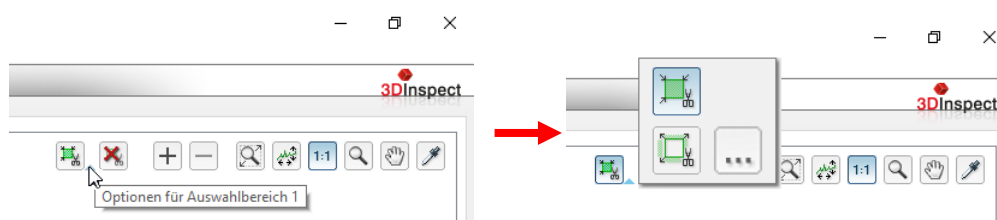

Abb. 3.66: Kontextmenü „Optionen für den Auswahlbereich“ (Auswahl Punkte innerhalb/außerhalb des Auswahlbereichs verwenden)
- ➔ Öffnen Sie das Kontextmenü „Optionen für den Auswahlbereich“. Drücken Sie dazu auf die entsprechende Schaltfläche, die rechts neben dem Button „Auswahlbereich einstellen“ angeordnet ist (siehe Abb. 3.66).
- ➔ Wählen Sie im Kontextmenü den gewünschten Modus (siehe Abb. 3.66).
Öffnen Sie das Kontextmenü für den gewünschten Auswahlbereich und drücken Sie den Button „...“ (s.o., Abb. 3.66) oder drücken Sie die mit der rechten Maustaste auf die Anzeige.